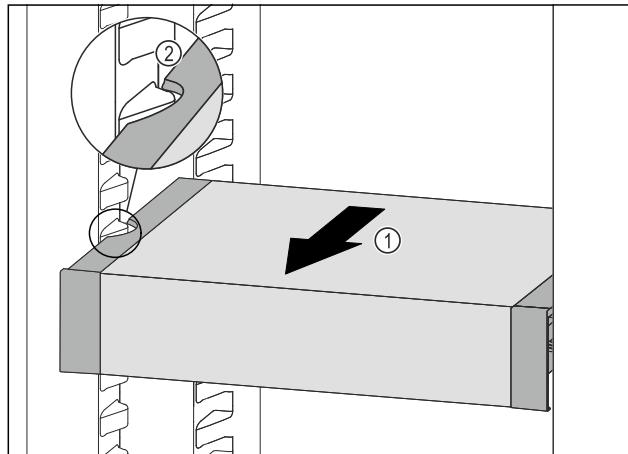

Fig. 98
- ▶ Вытягивайте VarioSafe вперед Fig. 98 (1), пока боковые выемки VarioSafe не окажутся на высоте выступа резервуара в холодильном отделении. Fig. 98 (2)